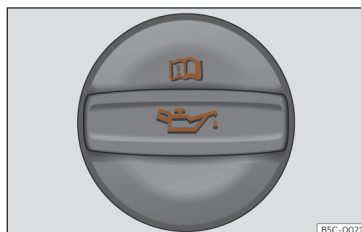

Fig. 232 Tampa do bocal de enchimento do óleo do motor no compartimento do motor.
- Localize o bocal de enchimento do óleo do motor. Reconhece-se pelo símbolo  que existe sobre a tampa >>> **Fig. 232**.
- Desenrosque a tampa do bocal de enchimento do óleo do motor >>> **Fig. 232**.